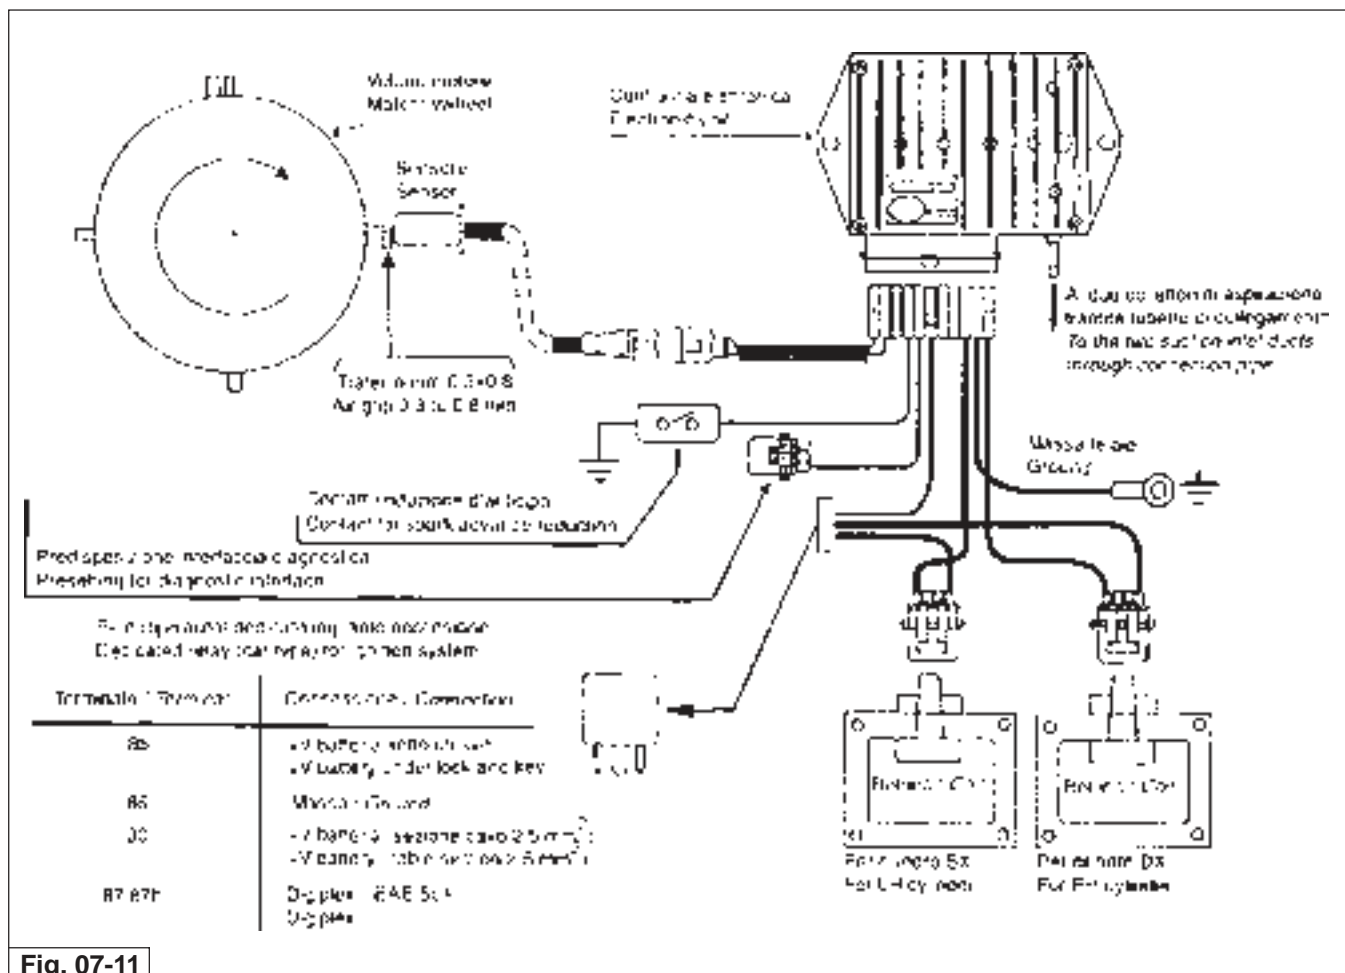

Fig. 07-11
- Valore del trasferimento tra i 5 denti ricavati sul volano motore ed il sensore: 0,3÷0,8 mm (vedi fig. 07-11).
- Air gap value between the 5 teeth on the flywheel and the sensor: 0.3÷0.8 mm (see fig. 07-11).